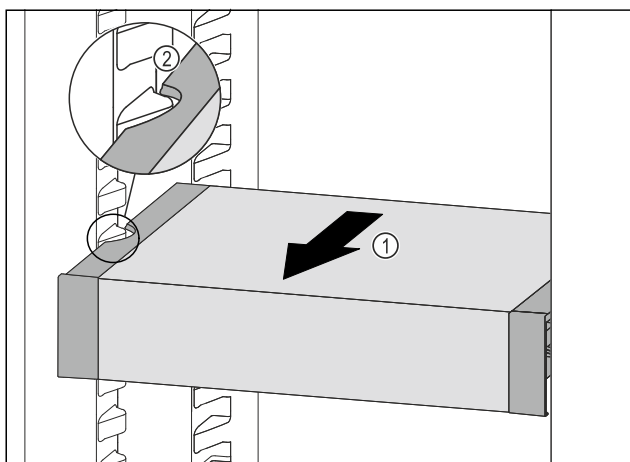

Fig. 115
- Потягнути VarioSafe вперед Fig. 115 (1), поки бокові заглиблення VarioSafe не опиняться на рівні ребра для ємності в охолоджувальному відділенні. Fig. 115 (2)